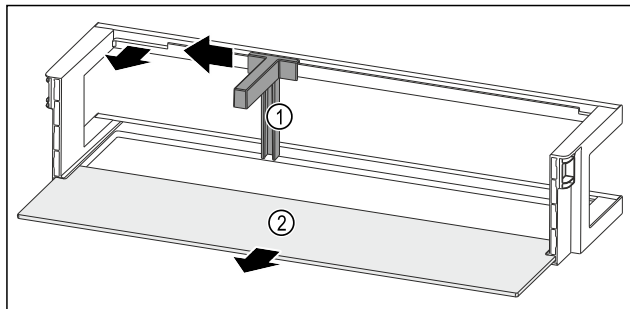

Fig. 98 Deurrek met flessenhouder en draagplateau
- Flessenhouder Fig. 98 (1) tot aan de uitsparing opzij schuiven.
- Flessenhouder Fig. 98 (1) verwijderen.
- Draagplateau Fig. 98 (2) verwijderen.